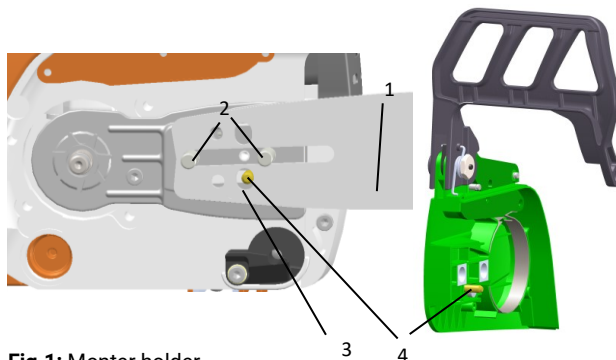

Fig.1: Monter holder
- > Anbring sværdet - (1 – Fig. 1) mellem skruerne (2 - Fig. 1).
- > Boring (3 – Fig.1) i holder skal anbringes i medbringer på kædespænder. Dette er afhængigt af motorsavstype monteret motorside eller i dæksel (4 – Fig.1).